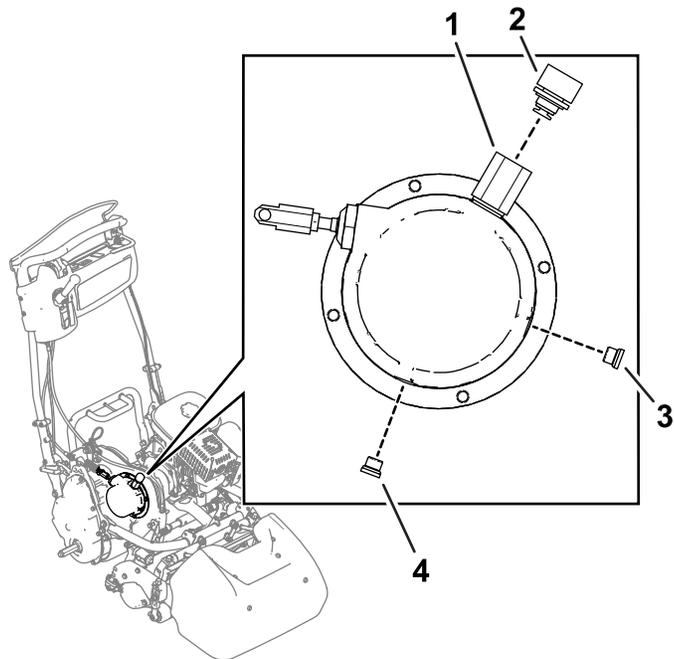

Рисунок 48
1. Снимите вентиляционный клапан с сапуна трансмиссии в сборе (Рисунок 48).
2. Снимите пробку сливного отверстия (Рисунок 48) и дайте трансмиссионной жидкости стечь из корпуса трансмиссии.
6. Снимите контрольную пробку уровня масла, чтобы подтвердить уровень заполнения рабочей жидкостью (Рисунок 48).